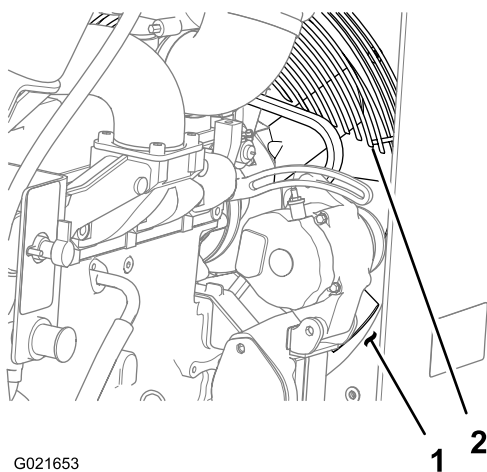

Figura 89
- 7. Gire el protector del ventilador en el sentido contrario al de las agujas del reloj alrededor del eje motriz del ventilador hasta que la abertura del protector esté situada en la posición de las 4 en punto (Figura 89).